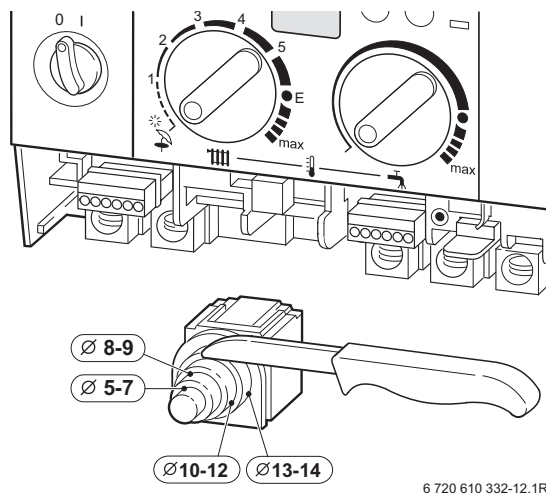

Fig. 16
- ▶ Per conservare la protezione contro gli spruzzi d'acqua (IP): scegliere il foro per il passaggio del cavo elettrico in base al diametro del cavo stesso, fig. 16.